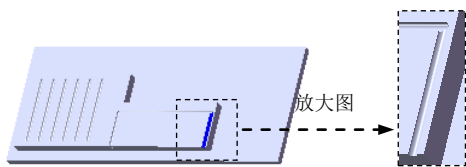
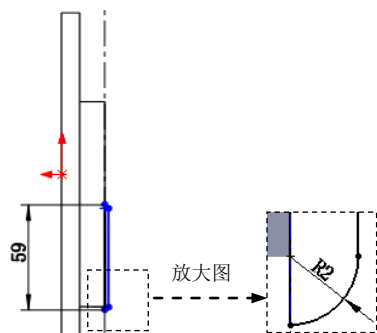

图 17.7.26 创建切除—旋转 5
图 17.7.27 横断面草图
Step14. 创建图 17.7.26 所示的切除—旋转 5。选择下拉菜单 **插入(I)** → **切除(C)** → **旋转(R)...** 命令；选取 Step13 绘制的基准面 4 作为草图平面，绘制图 17.7.27 所示的横断面草图（包括旋转中心线）。采用草图中绘制的中心线作为旋转轴线；在 **方向1** 区域的  下拉列表中选择 **给定深度** 选项，在  文本框中输入数值 360.0，采用系统默认的旋转方向。